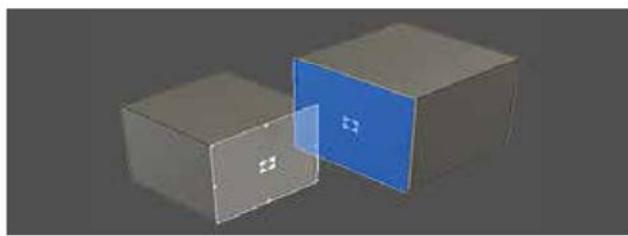

图 2-79
(14) 对齐: 通过将从对象选择的几何图元与在其他位置选择的几何图元对齐来移动对象（零部件、草图、实体、工作几何图元）。几何图元可以是点、线、平面、圆或坐标系。在要移动的对象上选择点，然后在要对齐的面上选择点，单击“反转”和“角度”按钮以旋转对象，如图 2-79 所示。